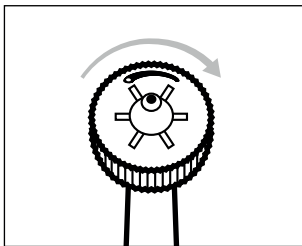

Fig. 6
- ◆ Gire el regulador del cabezal ❶ con los dedos en sentido horario para ajustar un chorro múltiple con el fin de masajear las encías (consulte las figs. 6 y 7).